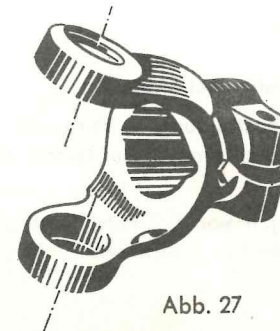

Abb. 27
I. Verdrehen durch Überschreiten des zulässigen Drehmoments (Abb. 27)